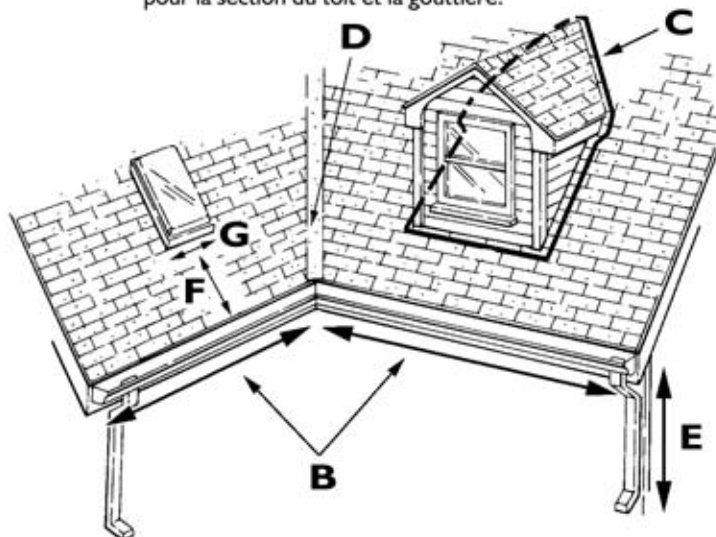

Figure B-3. Mesure du toit
ÉTAPE 1. Pour chaque section figurant au Tableau B-5, mesurer les dimensions requises (voir Figure B-1 à la page 43 et Figure B-3) et calculer la longueur de câble. Additionner la mesure de chacune des « sections » afin de déterminer la longueur totale de câble qui sera nécessaire.
Cet exemple montre comment évaluer la longueur de câble nécessaire pour une section du toit qui pose un problème limité. Pour ce toit, il est préférable de traiter seulement la section qui pose problème au-dessous du puits de lumière (Voir Figure B-3 à la page 45).